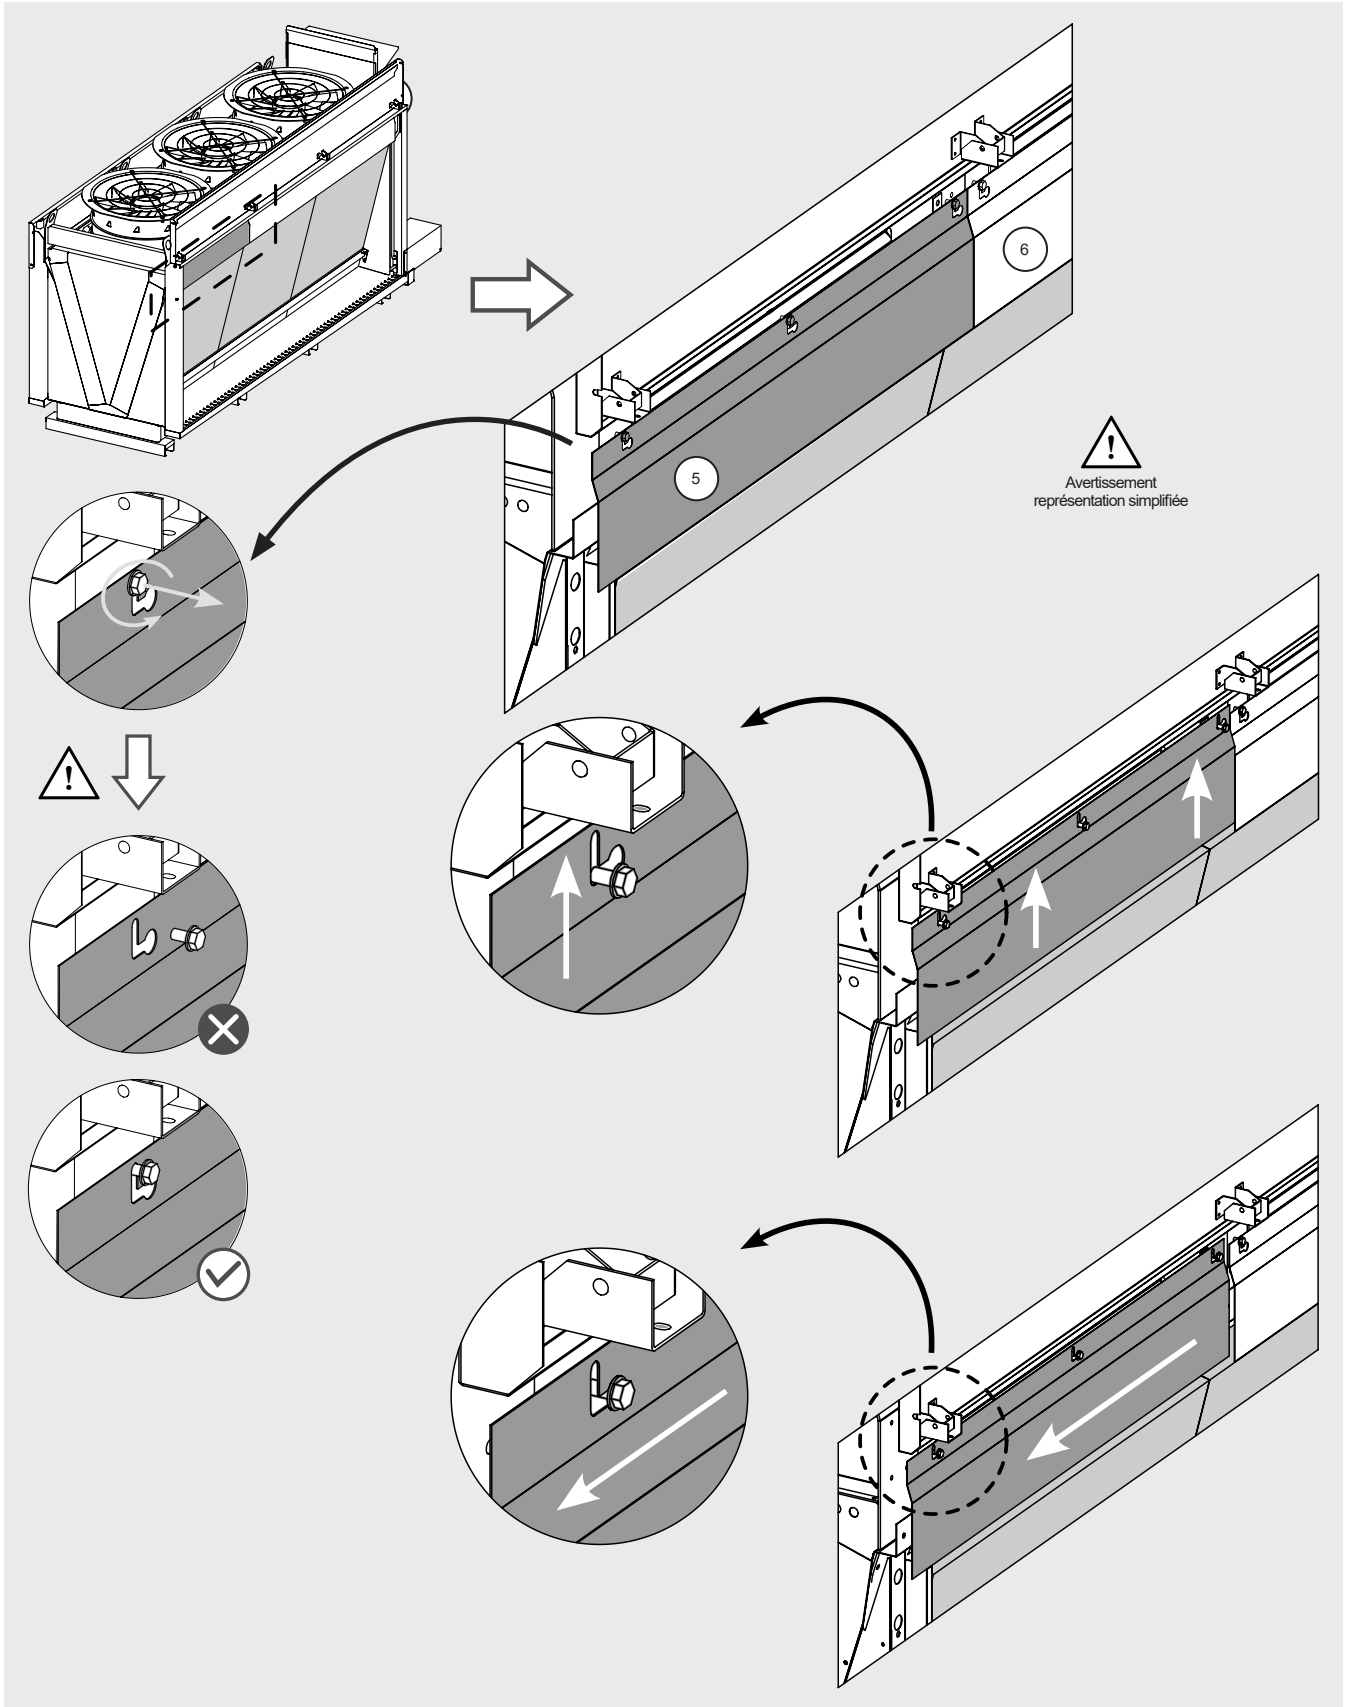

Figure 22
- 12.11.20 Desserrer les vis (b) qui maintiennent le couvercle (5) et (6) en place sans les enlever complètement. Voir la Figure 22.